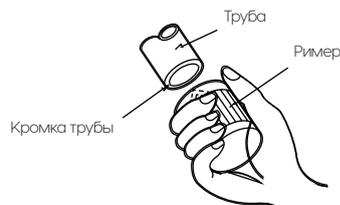

Рис. 19
1. Обработайте кромку трубы римером (рис.19).